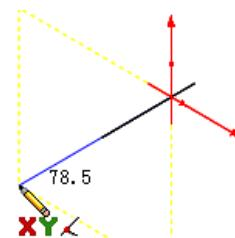

图 6-2 在 XY 基准面绘制草图
**04** 绘制草图。以原点为起点绘制草图，基准面为控标提示的基准面，方向由光标拖动决定，图 6-2 所示为在 XY 基准面上绘制草图。